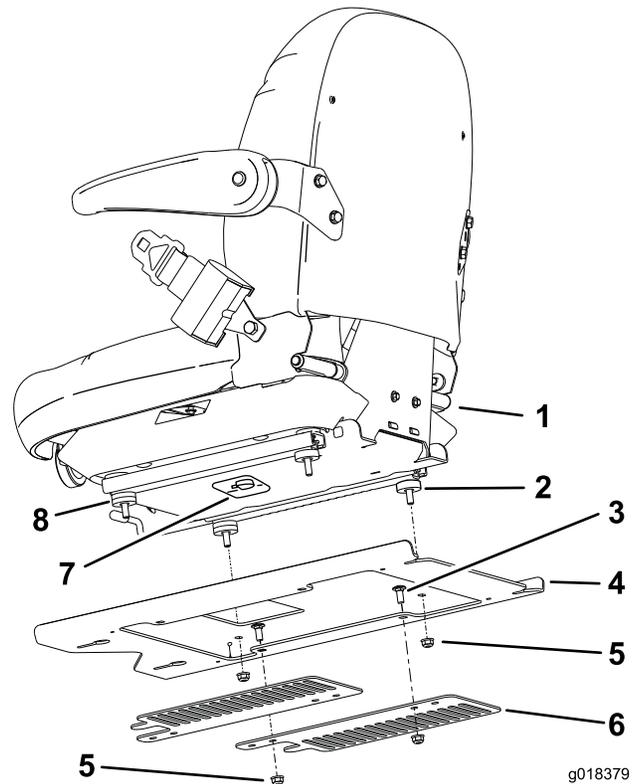

Bild 2
2. Befestigen Sie die Sitzplatte mit vier Bundmuttern (5/16") am Sitz (Bild 2).
7. Schieben Sie den Sitz und die Sitzplatte nach hinten, um die vorderen Muttern im Schlüsseloch und die hinteren Muttern in den Schlitzen zu arretieren (Bild 2).